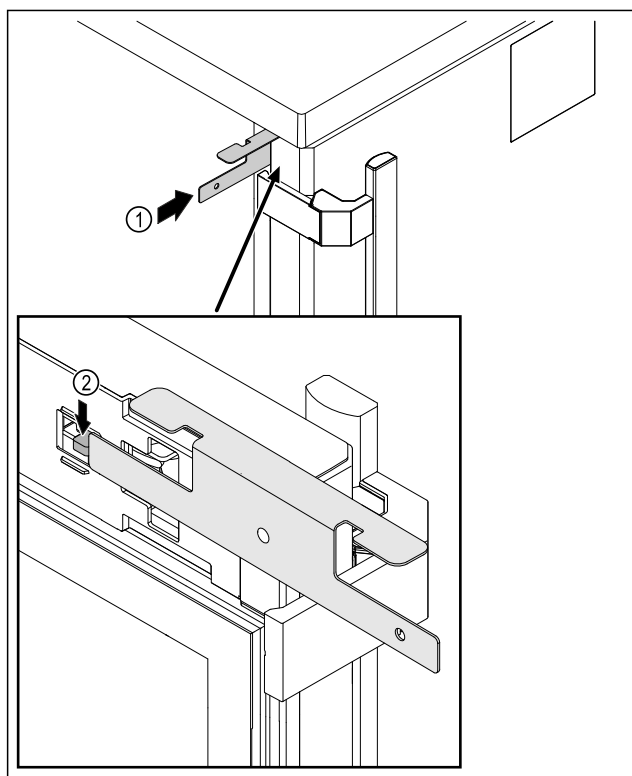

Fig. 218
- ▶ Indsæt nødoplåsningssnøglen Fig. 218 (1) mellem døren og enhedens krop.
- ▶ Tryk låsekrogen Fig. 218 (2) i retning af hængslet.